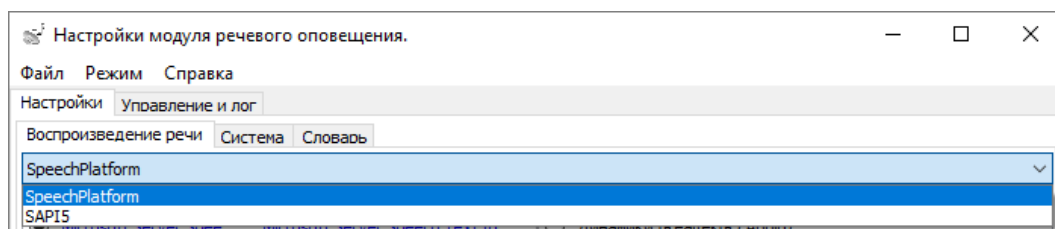

Рисунок 8-182 Выбор технологии для синтеза речи
- технологию для синтеза речи (см. Рисунок 8-182):